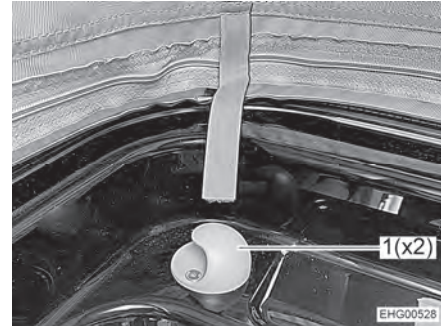

Bild 61 Halter
- Sicherungsnetz an den beiden Haltern (Bild 61,1) einhängen.